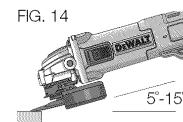

FIG. 14
**UTILISATION DES TAMPONS POUR LE PONÇAGE (FIG. 14)**